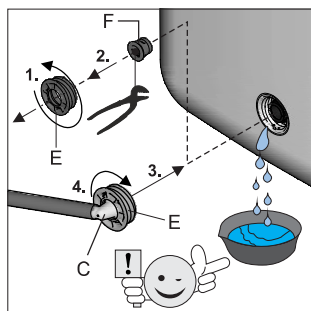

Fig. 5-5 Étapes de travail 4 + 5
5. Dévisser la pièce fileté située au niveau du raccord de remplissage et de vidange (fig. 5-5, rep. E) ainsi que le bouchon de fermeture (fig. 5-5, rep. F) et revisser immédiatement la pièce de raccordement du tuyau préassemblée (fig. 5-5, rep. C) dans le raccord de remplissage et de vidange.